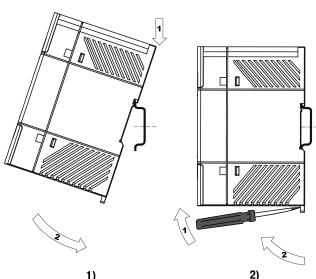

Рисунок 2 - Монтаж (1) и демонтаж (2) прибора
- Закрепить прибор на DIN-рейке (см. рисунок 2) или на вертикальной поверхности с помощью винтов (в комплектность не входят).